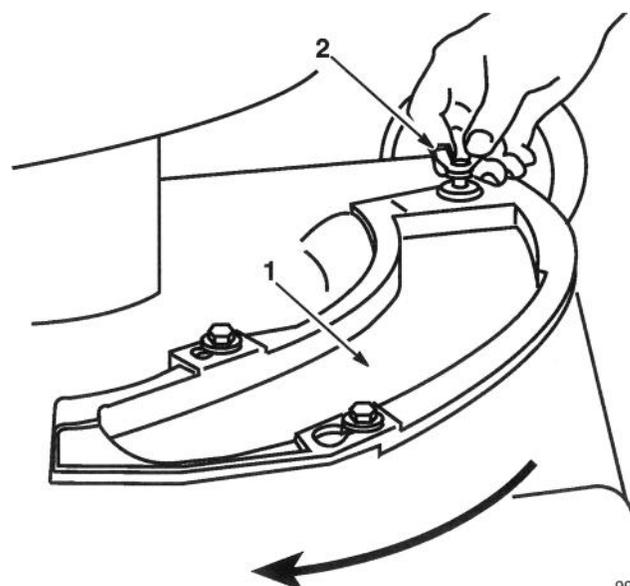

Figure 4
La tondeuse est livrée avec un obturateur (Fig.4). Si la tondeuse est utilisée avec une décharge latérale, cet obturateur doit être installé dans l'ouverture du carter de la tondeuse.
2. Retirer la vis à ailettes fixant l'obturateur au carter de la tondeuse (Fig. 4).